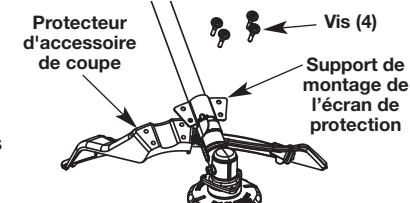

Fig. 1
1. Placez l'écran de protection sur le support de montage de l'écran, en alignant les trous de l'écran de protection avec ceux du support de montage. (Fig. 1)
1. Retirez l'écran de la tête de coupe du corps de l'arbre à l'aide de vis (Fig. 1).
- Fixez l'écran de la tête de coupe au corps de l'arbre à l'aide de vis (4) (fig. 1).